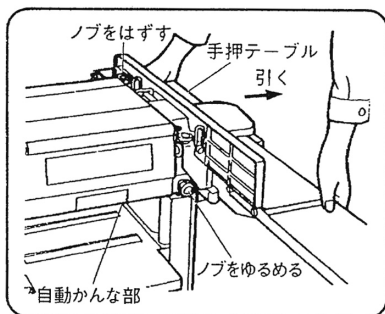

図 31
(1) 手前側のノブをゆるめ、奥側のノブを抜き、手押テーブルの両端を手で支え、矢印の方向に引くと手押テーブルが取りはずせます。(図 31)